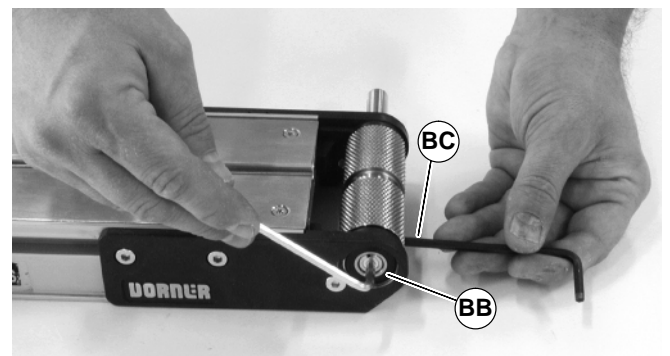

Abbildung 42
4. Mit einem 4 mm Innensechskantschlüssel die kegelförmige Schraube an der Antriebswelle festziehen (BB siehe Abbildung 42). Die Antriebswelle mit dem zweiten Innensechskantschlüssel (BC), der in das Loch an der Antriebswelle eingeführt wird, festhalten.